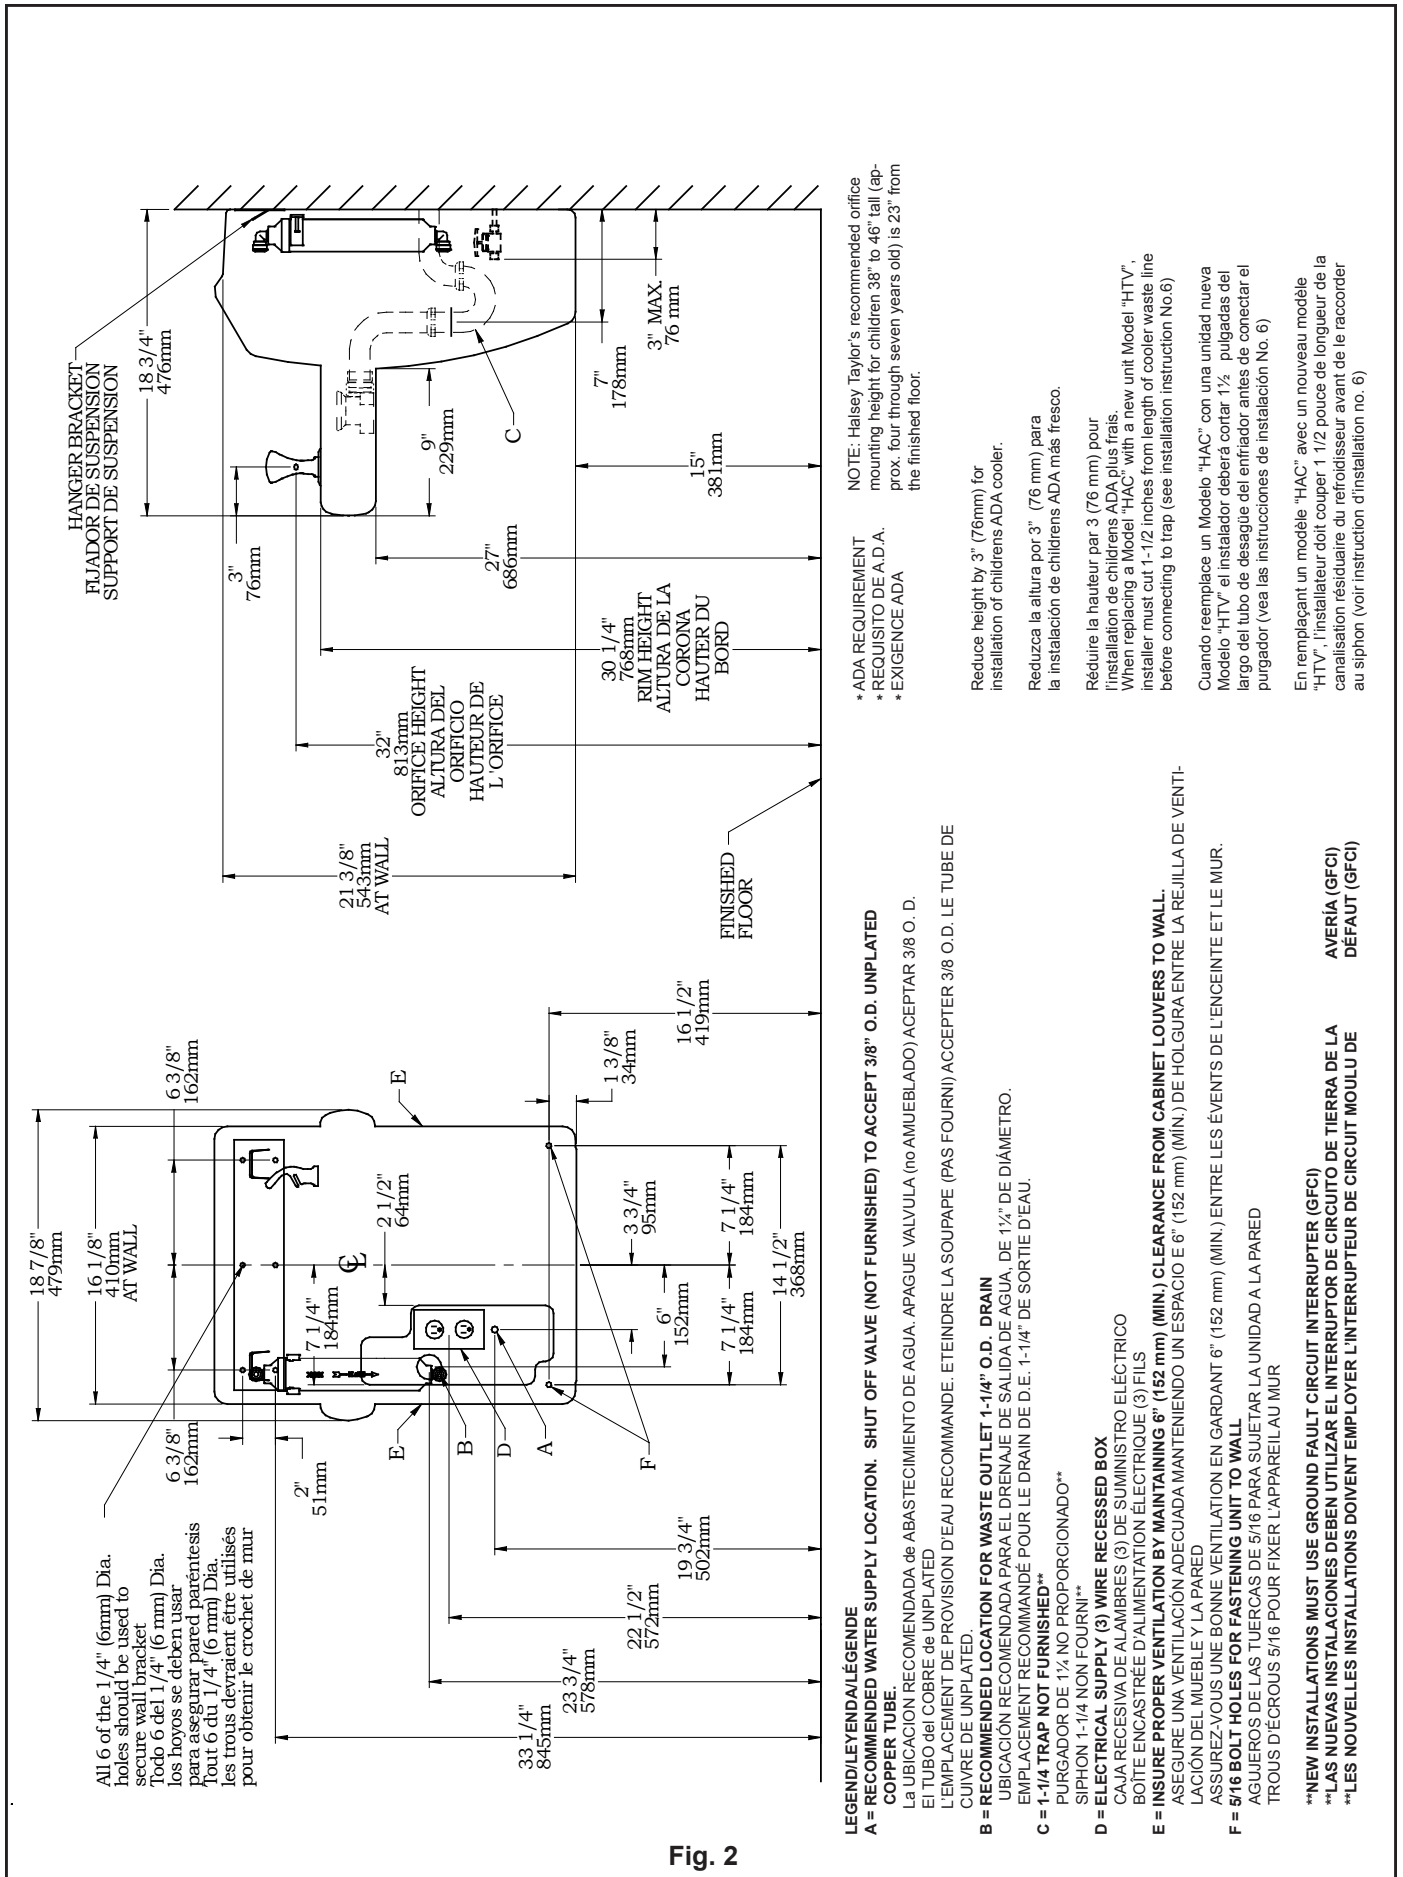
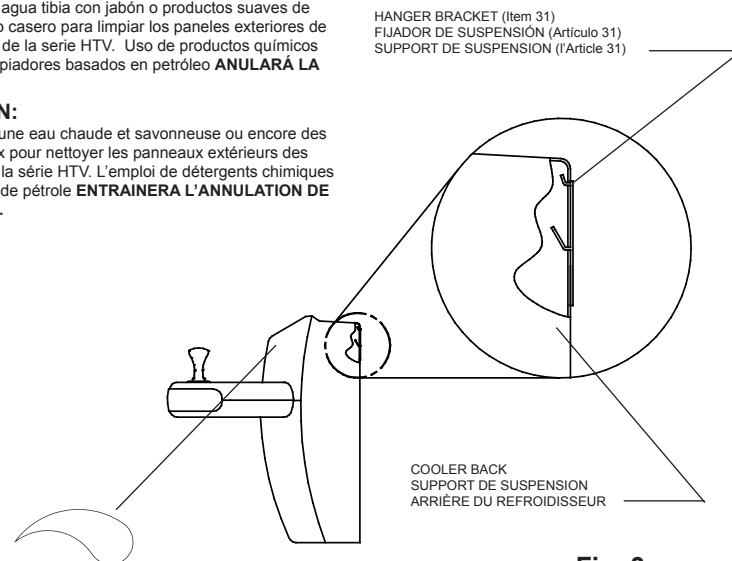

Fig. 2
Fig. 3
- 1) Remove hanger bracket fastened to back of each cooler by removing one (1) screw.
- 2) Mount the hanger brackets as shown in Fig. 2 & Fig 3.
- NOTE:** Hanger Bracket MUST be supported securely. Add fixture support carrier if wall will not provide adequate support. Anchor hanger securely to wall using all six (6) 1/4 in. dia. mounting holes.
- 3) Hang the cooler on the hanger bracket. Be certain the hanger bracket is engaged properly in the slots on the cooler back as shown in Figure 3.
- 8) Stream height is factory set at 35 PSI. If supply pressure varies greatly from this, adjust screw located on upper side of frame (Item 33). See Fig. 3. CW adjustment will raise stream and CCW adjustment will lower stream. For best adjustment, stream should be 1-1/2" above bubbler hood. (See Fig. 12)
- 1) Quite gancho paréntesis abrochó para apoyar de más fresco quitando uno (1) tornillo.
- 2) Monta el paréntesis de gancho como mostrado en la Fig 2. & Fig 3.
- 8) La altura de la corriente es el conjunto de la fábrica en 35 PSI. Si la presión de la fuente varía grandemente de esto, ajuste el tornillo situado en el lado superior del bastidor (Artículo 33). Vea Fig. 3. El ajuste de CW levantará la corriente y el ajuste de CCW bajará la corriente. Para mejor ajuste, la corriente debe ser 1-1/2" encima de capucha de bubbler. (Vea Fig. 12)
- 1) Enlève le crochet de cintre a attaché pour soutenir de plus frais en enlevant celui (1) la vis.
- 2) Monter le crochet de cintre selon la Figure 2 & 3.
- 3) Accrochez le refroidisseur au support de suspension. Vérifiez que le support de suspension est correctement inséré dans les fentes situées au dos du refroidisseur comme indiqué sur la Figure 3.
- 8) La hauteur de ruisseau est la série d'usine à 35 PSI. Si la pression d'approvisionnement varie considérablement de ceci, ajustez la vis plac du côté supérieur de l'armature (l'Article 33). Voir la fig. 3. L'ajustement de CW élèvera l'ajustement de ruisseau et CCW abaissera le ruisseau. Pour le meilleur ajustement, le ruisseau devrait être 1-1/2" au dessus du capuchon de bubbler. (Voir la fig. 12)